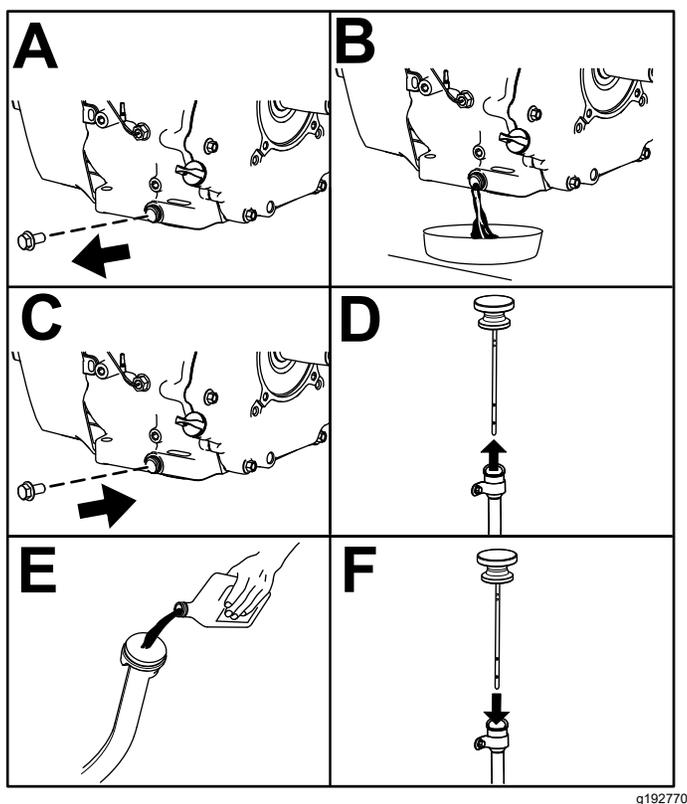

Рисунок 39
6. Произведите замену масла в двигателе, как показано на Рисунок 39.